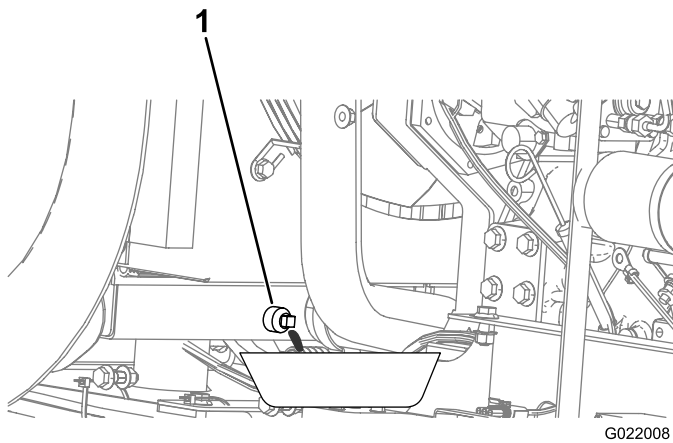

Figure 102
5. Placez un bac de vidange sous le bouchon de vidange (Figure 102).
8. Fermez le bouchon de vidange (Figure 102).
- C. Fermez le bouchon de vidange (Figure 102).
- H. Fermez le bouchon de vidange (Figure 102).